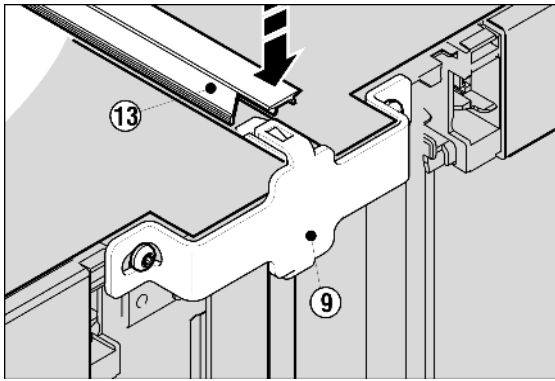

Fig. 8
- ▶ En la parte superior, presione la regleta corta Fig. 8 (13) para introducirla en la ranura. Procure que la escotadura de la tira tapajunta esté orientada hacia la parte delantera de los aparatos. La regleta y el techo del aparato deben quedar a ras en el canto delantero.